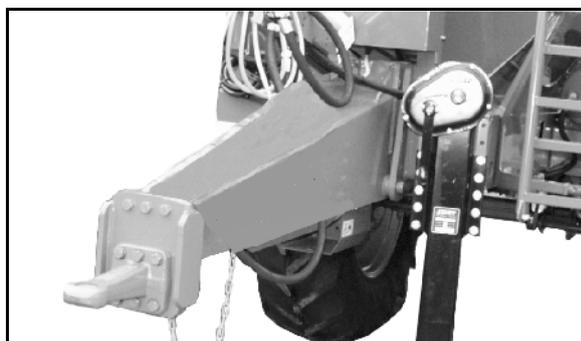

Fig. 23
- geraden Zugdeichsel (Fig. 23),